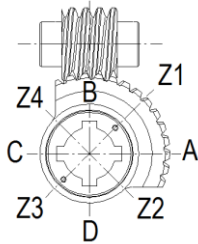
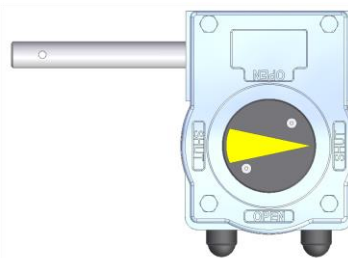
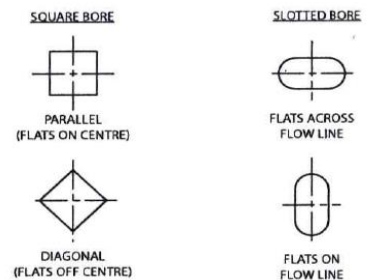

Figura 2: chaveta en posición cerrada
Figura 3: reductor zurdo AB
Figura 4: opciones de accionamiento
La Figura 2 muestra las diferentes opciones de posiciones clave. La Figura 3 es la vista superior de nuestro reductor zurdo estándar en posición cerrada. La figura 4 muestra las distintas opciones de accionamiento. Si se requieren modos de accionamiento especiales, deben encargarse bajo pedido.
7. Cuando no sea posible abrir la válvula completamente (90°), afloje el tornillo de ajuste de apertura (ver figura 3), girándolo en el sentido contrario a las agujas del reloj. Continúe girando el volante manual hasta que la válvula esté totalmente abierta.